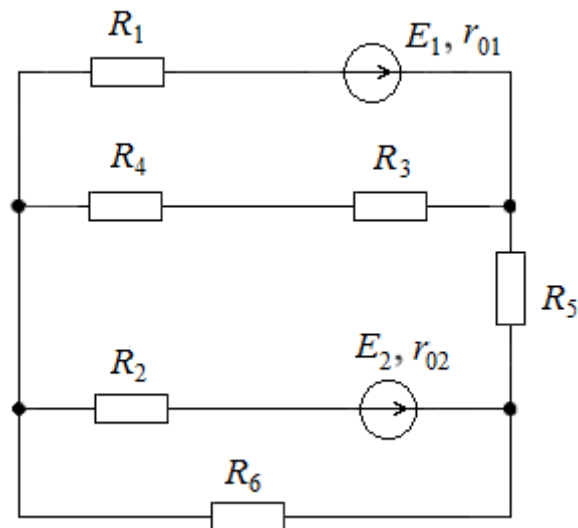

Рис. 114
47. Методом наложения определить все токи для электрической цепи (рис. 114), если $E_1 = 30$ В; $E_2 = 20$ В; $R_1 = 54$ Ом; $R_2 = 43$ Ом; $R_3 = 25$ Ом; $R_4 = 30$ Ом; $R_5 = 15$ Ом; $R_6 = 50$ Ом; $r_{01} = 1$ Ом; $r_{02} = 2$ Ом.